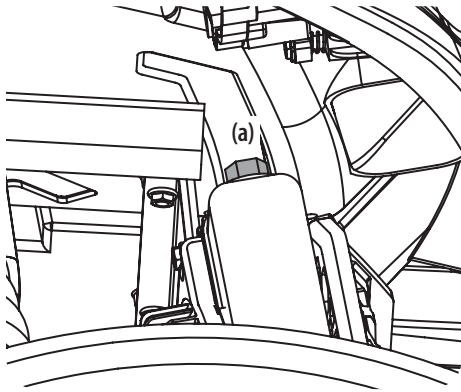

Figure 5-25
- Retirez la vis de purge (a) du radiateur, remplissez le radiateur de liquide et remplacez la vis de purge (a) lorsque le liquide sort du trou de la vis. Vous pouvez avoir accès à la vis de purge par l'aile de la roue avant droite. Voir Figure 5-25.